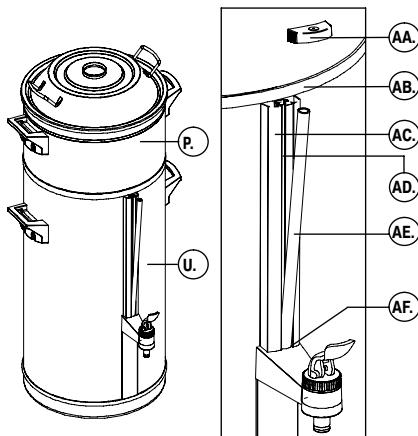

Fig. 8 Limpieza del indicador de nivel
- Limpie el indicador de nivel (ver fig. 8):